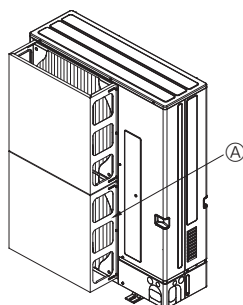

Fig. 2-4
- Монтирайте допълнително изпускателно направляващо устройство, ако тялото е монтирано на място, където силни ветрове от тайфуни и др., могат директно да влязат в изхода за въздух. (Fig. 2-4)